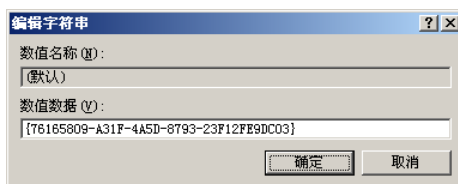

图 15-24 “编辑字符串”对话框
(3) 双击右侧窗口中的值的名称（“默认”），打开如图 15-24 所示的【编辑字符串】对话框，将“数值数据”文本框中的数据复制到粘贴板中，这就是插件的 ID。